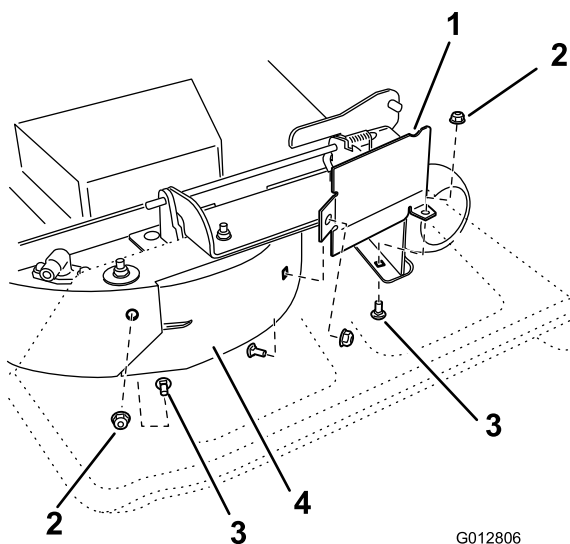

Figura 33
8. Remova o parafuso de carroçaria (5/16 x 3/4 polegada) e porca de bloqueio (5/16 polegada) na parede lateral da plataforma do cortador que prende o abafador esquerdo à plataforma (Figura 33).
9. Localize o resguardo do abafador na extremidade frontal da abertura de descarga lateral. Remova os dispositivos de fixação que prendem o resguardo do abafador e abafador direito à plataforma do cortador como se mostra em Figura 33. Remova o resguardo do abafador e guarde todos os dispositivos de fixação.